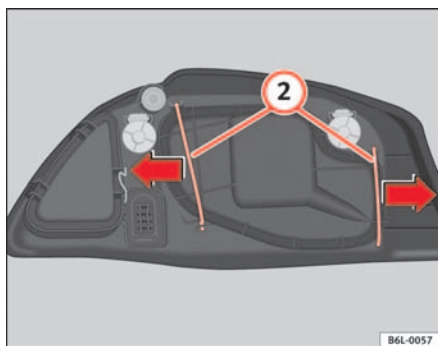

Abb. 150 Glühlampe Abblendlicht
- Die Streben **2** ⇒ Abb. 150 in Pfeilrichtung herauschieben und den Deckel abnehmen.
- Den Kunststoffdeckel und die Streben **2** ⇒ Abb. 150 einsetzen.